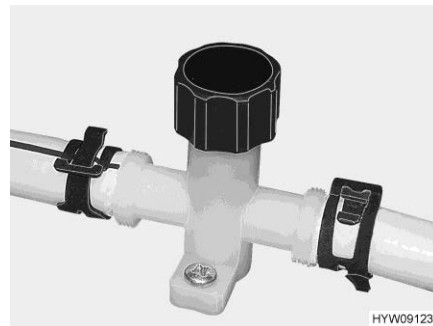
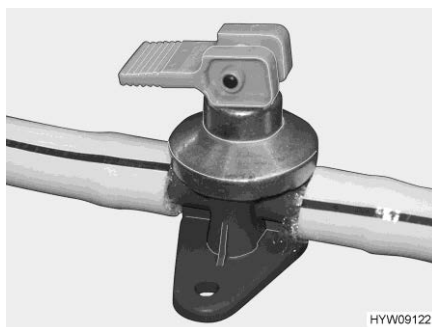

Fig. 190 Rubinetto di scarico (tubatura dell'acqua)
Fig. 191 Rubinetto di scarico (boiler Alde)
- Chiudere i rubinetti di scarico (Fig. 191 e Fig. 190). Chiudere i coperchi in senso orario oppure posizionare la leva a bilanciere in posizione orizzontale. L'ubicazione delle valvole di sicurezza/di scarico e dei rubinetti di scarico è riportata al paragrafo 10.6, alla fine di questo capitolo.